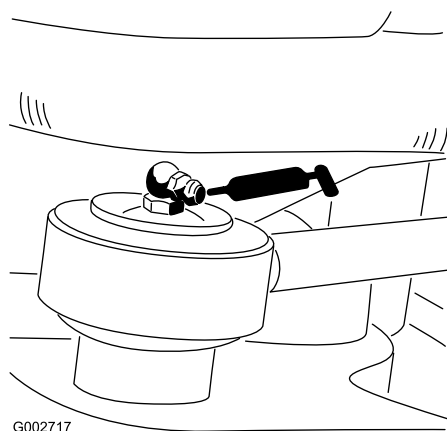

図 24
- ・ ステアリング・シリンダのロッド端部 (1ヶ所) (Model 08705 のみ) (図 24)